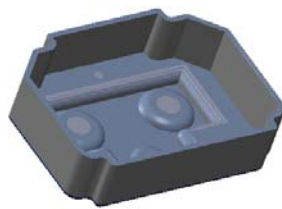

图 10.2.11 创建关闭曲面
Step3. 接受系统默认的封闭环参照，单击对话框中的  按钮，完成图 10.2.11 所示的关闭曲面的创建。